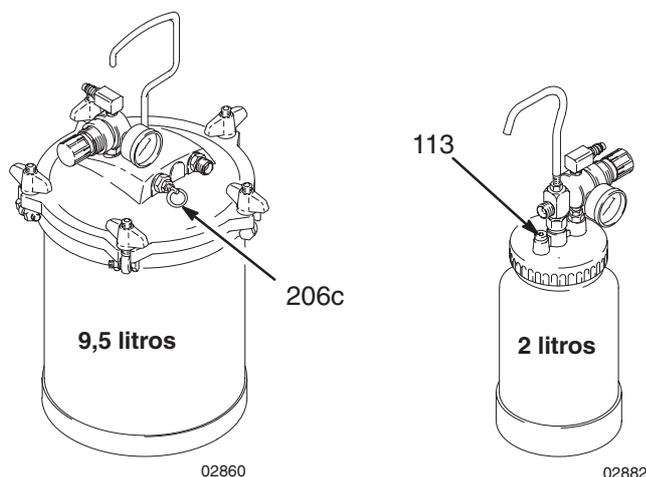

Fig. 6
1. Libere la presión del recipiente a presión remoto tal como se indica a continuación (vea Fig. 6):